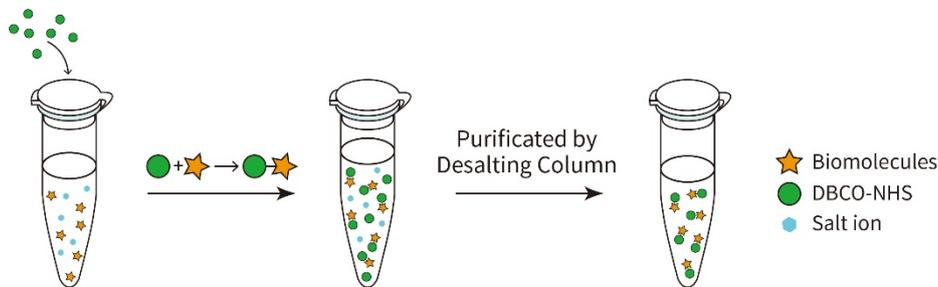

图1. 碧云天DBCO快速标记试剂盒(P1281)的实验流程和原理示意图。
- 本试剂盒提供了标记试剂(DBCO-NHS)和用于纯化DBCO标记生物大分子的脱盐柱(Desalting Column)。本试剂盒的标记流程和原理如图1所示。